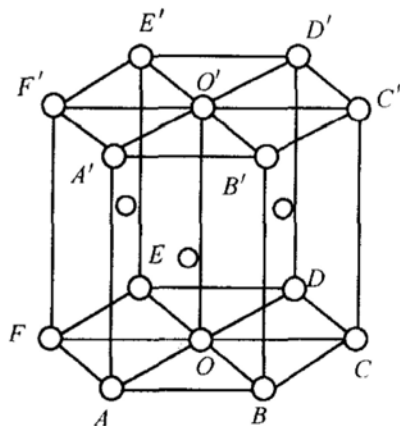

图 19-1 第二题第 1 小题图
1. (10 分) 标出图 19-1 所示 HCP 晶胞中晶面 $ABCDEF$ 面、 ABO' 面的晶面指数, OC 方向、 OC' 方向的晶向指数。这些晶面与晶向中, 哪些可构成滑移系? 指出最容易产生滑移的滑移系。